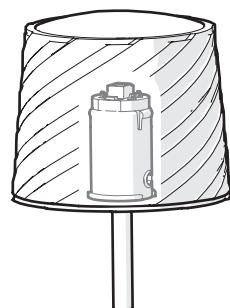

図1
1. LEDの樹脂カバーを上に持ち上げて外します。 (図1)